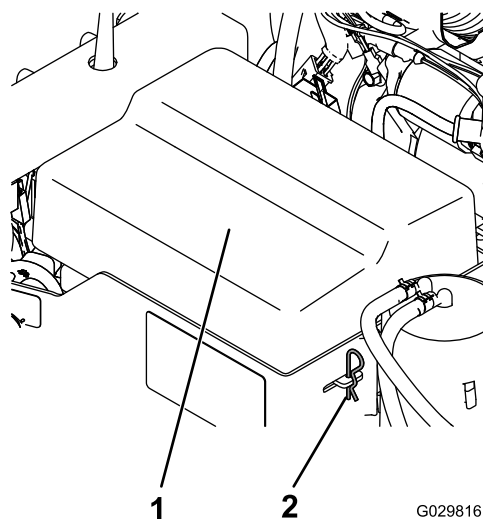

Figura 3
1. Rimuovete i ganci che fissano il coperchio della batteria alla cassetta (Figura 3).